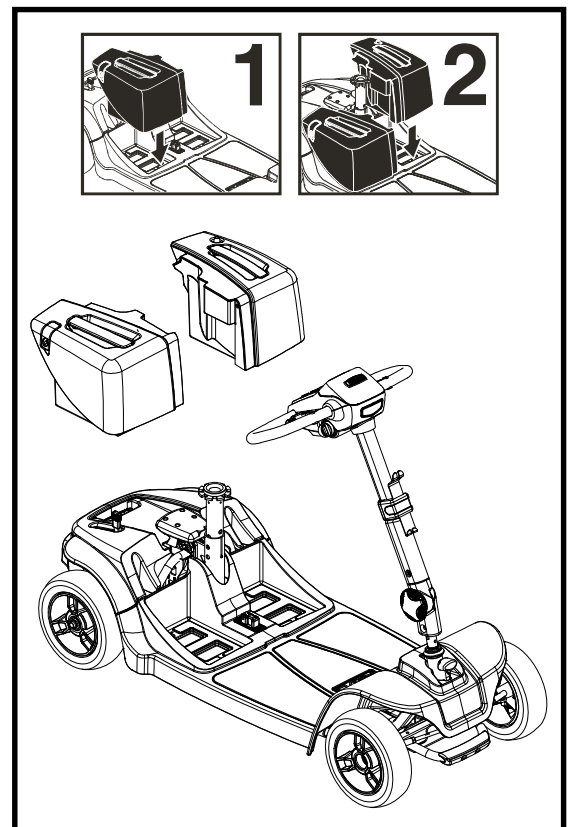

Figure 23. Boîtier à batteries Installation du modules 66 et 67
12. Réinstallez le module dans son puits sur le scooter et refermez le verrou. Voir la figure 23.